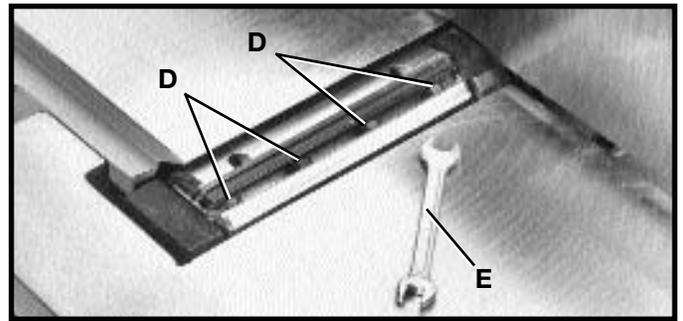
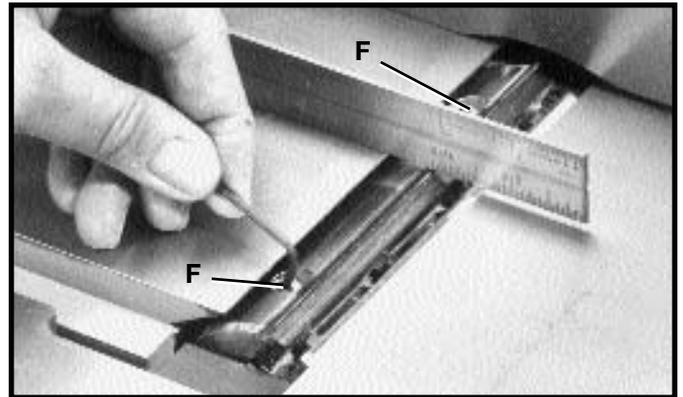

Fig. 41
Fig. 42
5. Si la cuchilla se encuentra demasiado alta o baja en cualquiera de los dos extremos, gire ligeramente los cuatro tornillos (D) Fig. 41 en la barra de cierre de cuchillas en el sentido de las agujas del reloj para aflojar haciendo uso de la llave (E) suministrada. Ajuste entonces la altura de la cuchilla haciendo girar los tornillos elevadores de cuchillas (F) Fig. 42 contra el sentido de las agujas del reloj para bajarlas, y en el sentido contrario para elevarlas. **AVISO:** Si se piensa bajar la cuchilla, será necesario empujarla cuidadosamente hacia abajo después de haber girado los tornillos (F).